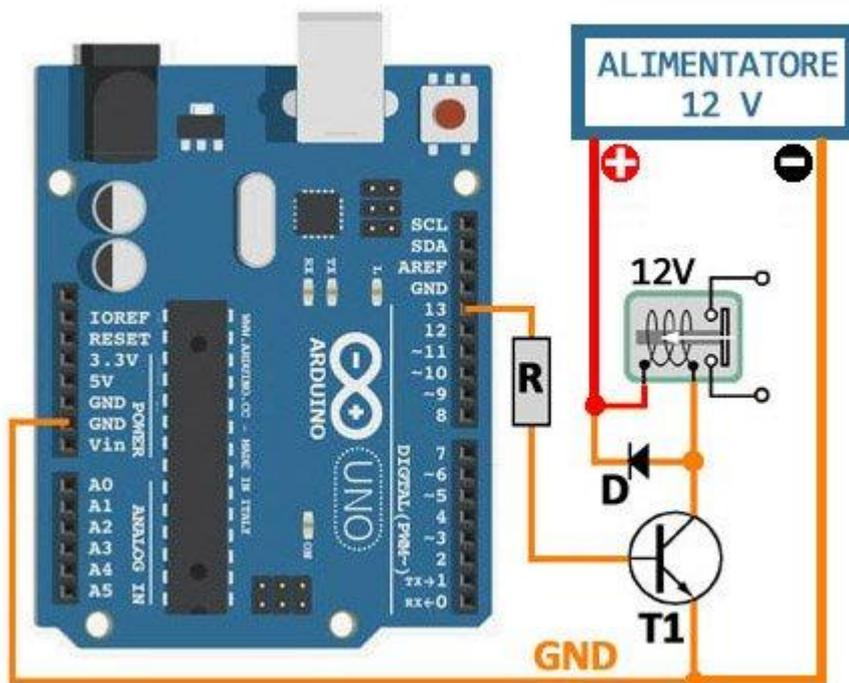

figura 4
Poichè la scheda Arduino dispone solo di 5 V, occorre che la tensione di 12 V, necessaria al funzionamento del relè, sia fornita da un circuito esterno; nell'esempio di figura 4 si è ipotizzato che tale tensione venga fornita da un apposito alimentatore.
**Comandare un carico di potenza:** Col circuito di figura 4 è naturalmente possibile pilotare non solo un relè, ma qualsiasi altro carico funzionante a tensione diversa da quella della scheda Arduino. Nel caso di carichi (ovvero utilizzatori) che richiedano forti correnti, dell'ordine di vari ampere, occorre sostituire il transistor BC547 con un transistor di potenza, meglio se di tipo darlington.